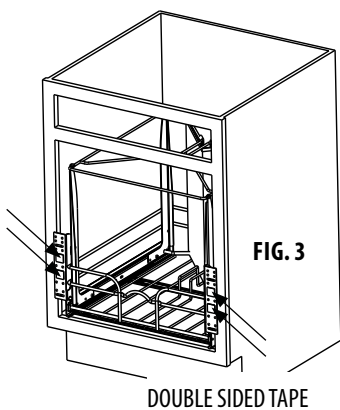

FIG. 3
STEP 5) USING THE DOUBLE SIDED TAPE PROVIDED, ALIGN THE DOOR WITH THE CABINET OPENING AND TEMPORARILY ATTACH THE DOOR TO THE UNIT. PULL THE FRAME AND DOOR OUT AND INSTALL #6 x 1/2" SCREWS. (FIG. 3)
Paso 5) Utilizando la cinta de doble lado, alinee la puerta con la abertura del gabinete y provisionalmente sujete la puerta a la unidad. Jale hacia afuera el marco y la puerta e instale los tornillos del #6 de 1/2". (FIG. 3)
Étape 5. En utilisant le ruban double adhésion fourni, alignez la porte avec l'ouverture de l'armoire et montez temporairement la porte à l'unité. Retirez le cadre et la porte et installez les vis #6 (1/2"). (FIG. 3)